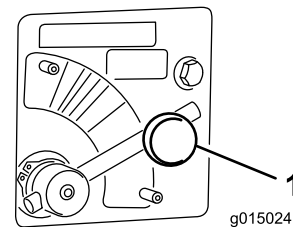

Bild 44
1. Lösen Sie das Handrad, mit dem der Streuerventilgriff befestigt ist (Bild 44).
2. Drehen Sie den Hebel des Tellerstreuerventils (Bild 44) auf die gewünschte Farbe (in diesem Beispiel Gelb).
1. Schieben Sie den Hebel des Tellerstreuerventils auf den Abschnitt **Blau** (Höchstgeschwindigkeit) (Bild 44). Wenn der Hebel ganz nach rechts gedreht ist, sollte er horizontal sein.